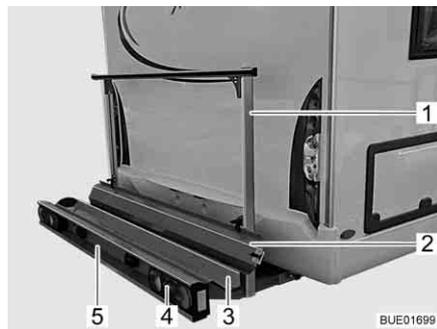
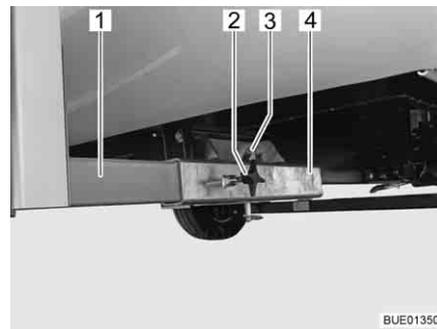

Bild 7 Lastenträger
Bild 8 Befestigung am Fahrzeug
Der Lastenträger (Bild 7) ermöglicht die Mitnahme eines Motorrads oder eines Motorrollers mit einem Gewicht bis zu 130 kg.
- Trägerwanne (Bild 7,3) und Haltebügel (Bild 7,1) mit Befestigung am Fahrzeug (Bild 8)
- Heckleuchten (Bild 7,4)
- Kfz-Kennzeichenbeleuchtung (Bild 7,5)
- Auffahrschiene (Bild 7,2)
Befestigung am Fahrzeug Die beiden Längsträger (Bild 8,1) des Lastenträgers sind durch Knebelschrauben (Bild 8,2) an den Vierkantaufnahmen (Bild 8,4) am Fahrzeugboden fixiert. Gesichert ist der Lastenträger durch einen Bolzen (Bild 8,3) mit Sicherungsring.